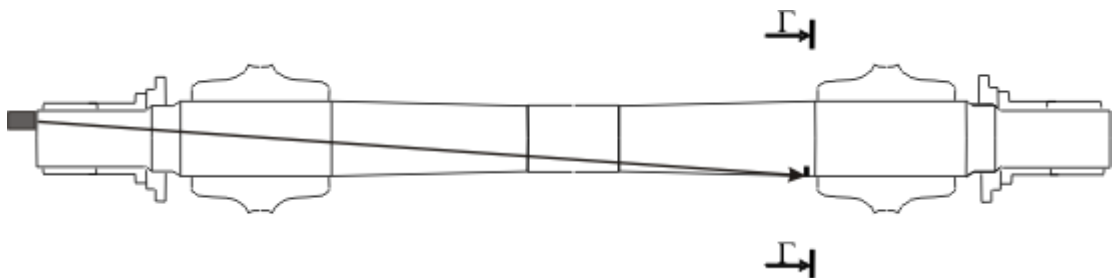

Рисунок 6.1 – Схема установки ПЭП на НО при проверке чувствительности по варианту AR1.1
- установить ПЭП на предварительно смазанный минеральным маслом торец (в зарезьбовую канавку) НО (см. рисунок 6.1);